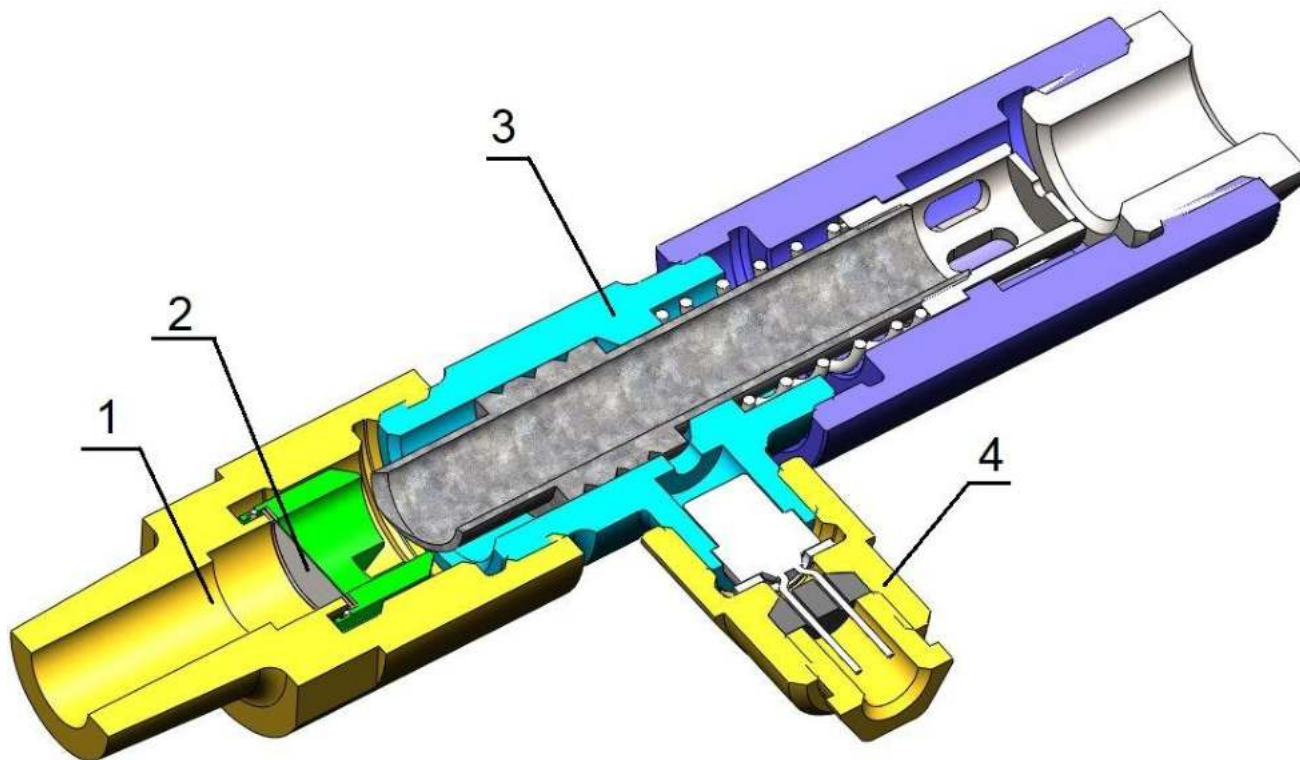

Рисунок 2 - Запорно-пусковое устройство общепромышленного назначения.
4.4 ЗПУ общепромышленного исполнения предназначено для выпуска ОП. ЗПУ (рисунок 2) состоит из следующих основных узлов: 1 – сифон; 2 – запорное устройство, состоящее из корпуса, мембраны и герметизирующих колец; 3 – пусковое устройство, состоящее из корпуса, пробойника, пружины, ловушки и переходника; 4 – устройство электропуска, состоящее из корпуса, УП-3М, резинового уплотнителя и прижима.